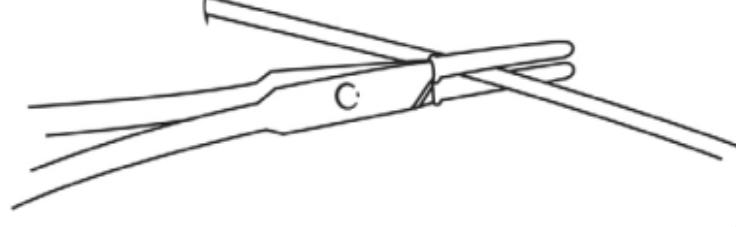

Fig. 1
1. Préparer le site. Fixer fermement le cathéter à la peau, près de son point d'entrée, avec des forceps en caoutchouc. (Fig. 1)